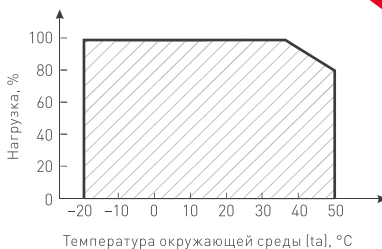

Рис. 3. Максимальная допустимая нагрузка, % от мощности источника
- 4.4. Не нагружайте источник питания более 80% от его максимальной мощности. Учитывайте, что с повышением температуры окружающей среды, максимальная мощность источника питания снижается, см. график зависимости на рисунок 3.